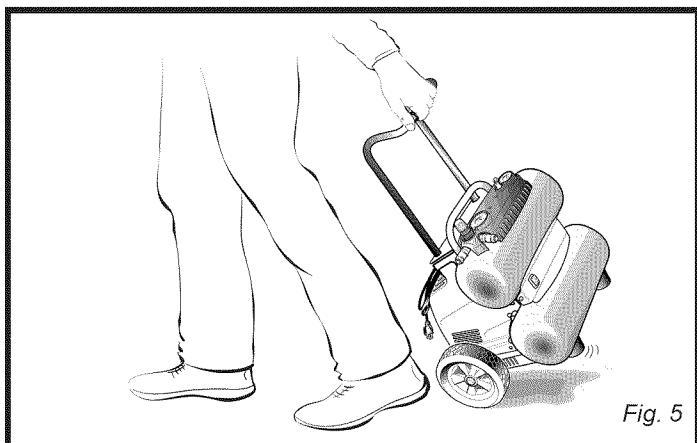

Fig. 5
- Tire telescópica manillar (consulte la fig. 5) hacia fuera hasta que enganche en posición.